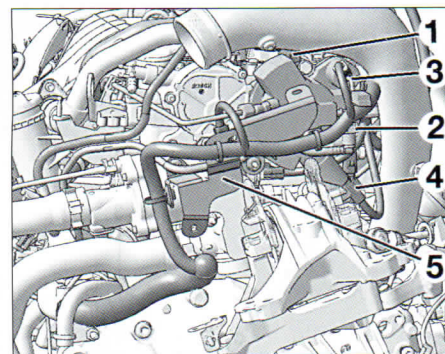
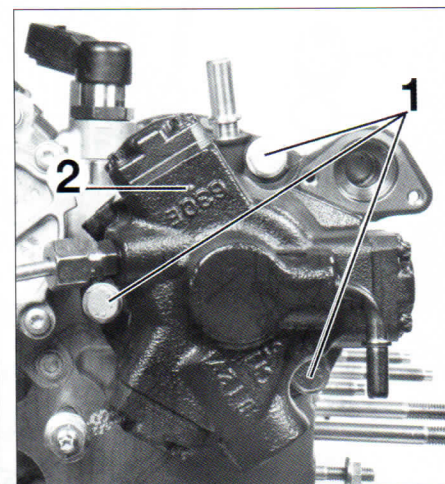

FIG.27
FIG.28
- Desmontar los manguitos (1) y (2) (fig. 27).
- Desconectar, desembridar y separar los conectores (3) y (4) de la bomba de alta presión.
- Desmontar el soporte del cableado eléctrico (5).
- Desmontar los tres tornillos (1) de la bomba de alta presión (2) y recuperar la junta (fig. 28) y desmontar la bomba de alta presión.